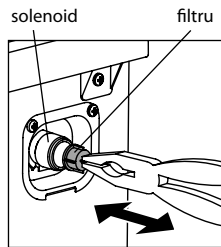

Figura 20
**7.2.1** Filtrul din furtunul de alimentare, în conformitate cu Figurile 6 și 7, și filtru în flet conector a solenoidului, așa cum se arată în Figura 20, sunt montate pentru a preveni înfundarea mașinii cu particulele solide (nisip, talaș de metal, etc.) din apă. Se recomandă să curățați filtrele, cel puțin o dată pe an.
- Scoateți filtrul de la capetele filetate ale solenoidului, cu o pereche de cleste sau pensete, așa cum se arată în Figura 20;